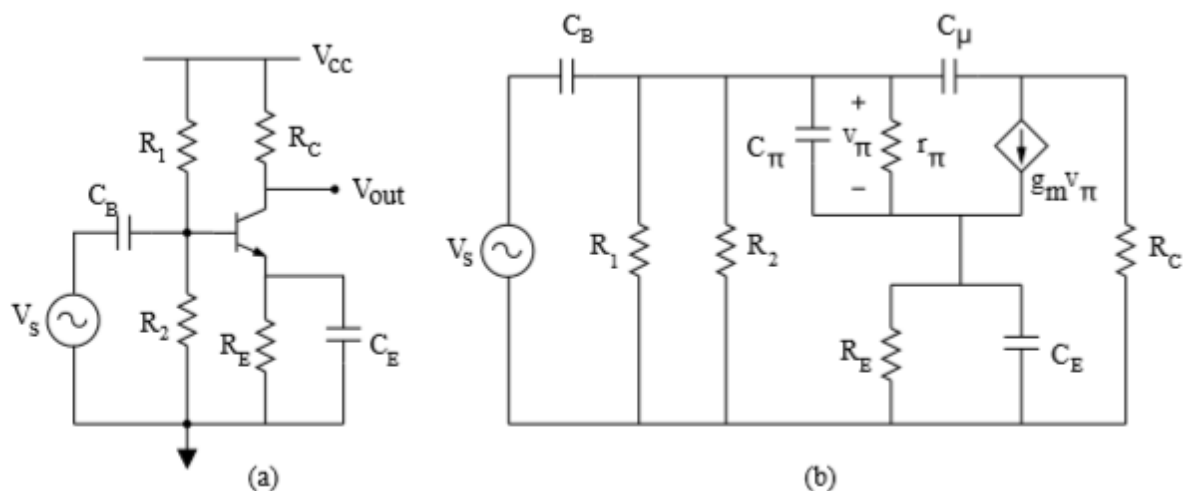

Рис. 12. Усилитель с общим эмиттером: (а) схема и (b) мало-сигнальная эквивалентная цепь
2. Зависящие от смещения компоненты: рассмотрим усилитель с общим эмиттером, показанный на рис. 12а. В схеме есть нелинейный элемент, собственно биполярный транзистор, чье мало-сигнальное поведение (AC) зависит от рабочей точки, то есть, состояния на постоянном токе. В частности, если используется π эквивалентная схема для модели BJT в мало-сигнальной ситуации (см. рис. 12 b), тогда $g_m = I_C/V_T$ и $r_\pi = \beta/g_m$ зависят от постоянного тока коллектора I_C . Ясно, что не было бы смысла выполнять анализ на переменном токе напрямую; AC solve блок должен быть предварен блоком DC solve так, чтобы зависящие от смещения величины в мало-сигнальной цепи получили расчёты от симулятора.